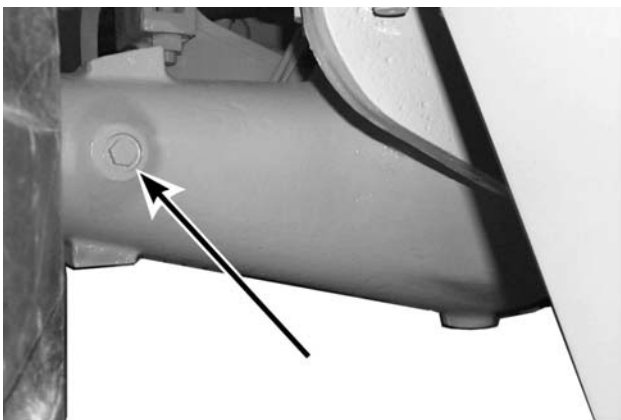
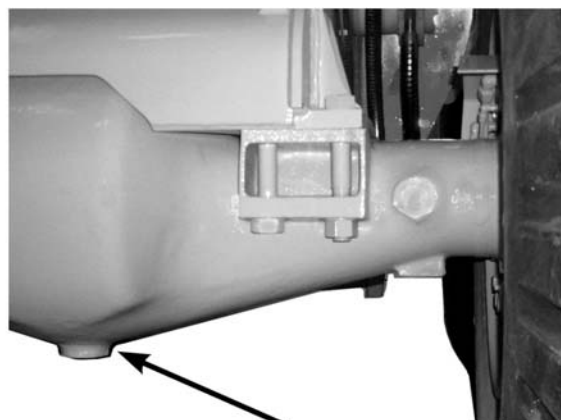

Рис. 5.26. Пробка заливного отверстия
Рис. 5.27. Пробка сливного отверстия
1. Поработать погрузчиком для того, чтобы прогреть масло в мостах до эксплуатационной (рабочей) температуры. Установить погрузчик на горизонтальном участке местности. Включить стояночный тормоз. Выкрутить пробки заливных (Рис. 5.26.) и сливных (Рис. 5.27.) отверстий. Дождаться полного слива масла из моста.